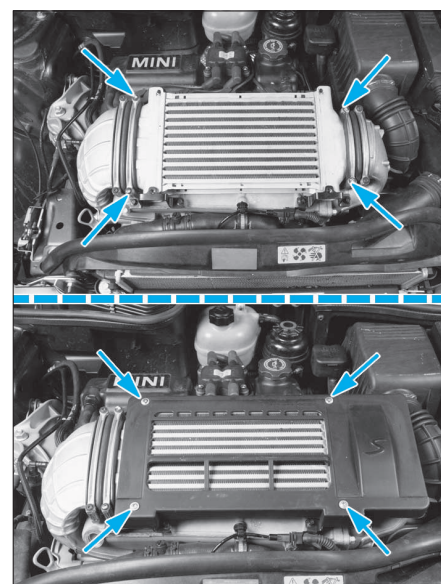

FIG. 41
- Déposer l'enjoliveur du refroidisseur d'air de suralimentation puis le refroidisseur d'air de suralimentation (Fig.41).
- Déconnecter le connecteur (2).
- les 4 vis de fixation (3) du boîtier papillon puis le boîtier papillon.
- l'échangeur air/air (Fig.41).